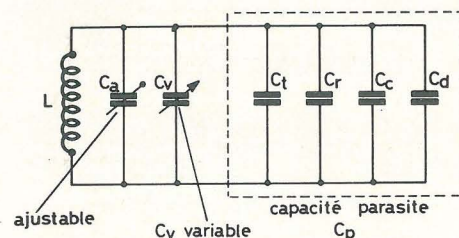

Figure 1
Des quatre capacités composant la capacité parasite C_p [voir formule (4)] sont calculables ou données par une documentation, la capacité introduite par le transistor C_i , et la capacité répartie de la bobine C_r . Celles de câblage et autres, C_e et C_d doivent être estimées ce qui n'est pas trop difficile car on verra plus loin que même une estimation très approximative peut conduire à de bons résultats (voir figure 1).